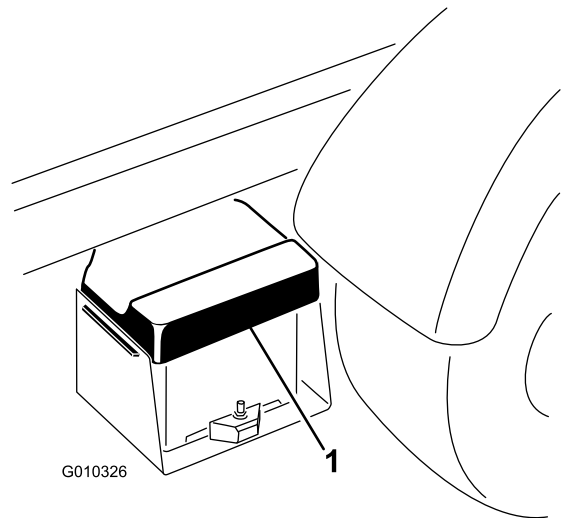

Figura 3
- A. Aperte a tampa da bateria para libertar as patilhas da base da bateria (Figura 3).
- B. Retire a tampa da bateria da base (Figura 3).